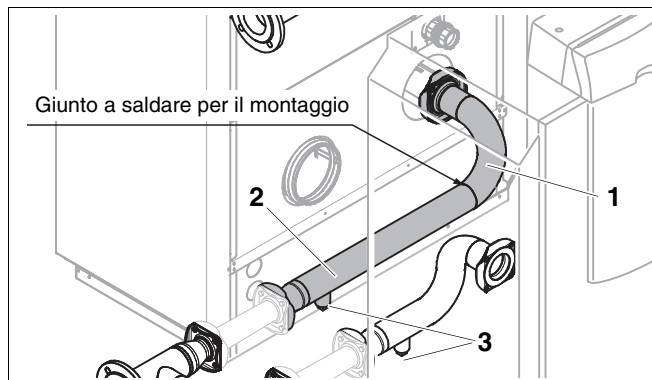

Fig. 13 Saldatura del tubo lungo di ritorno
- Avvitare la flangia della 2ª parte del tubo lungo di ritorno (fig. 13, [2]) con relativa guarnizione alla seconda pompa e avvitare con 4 viti e dadi.
Il manicotto del collegamento di ritorno (fig. 13, [3]) serve per favorire lo svuotamento.